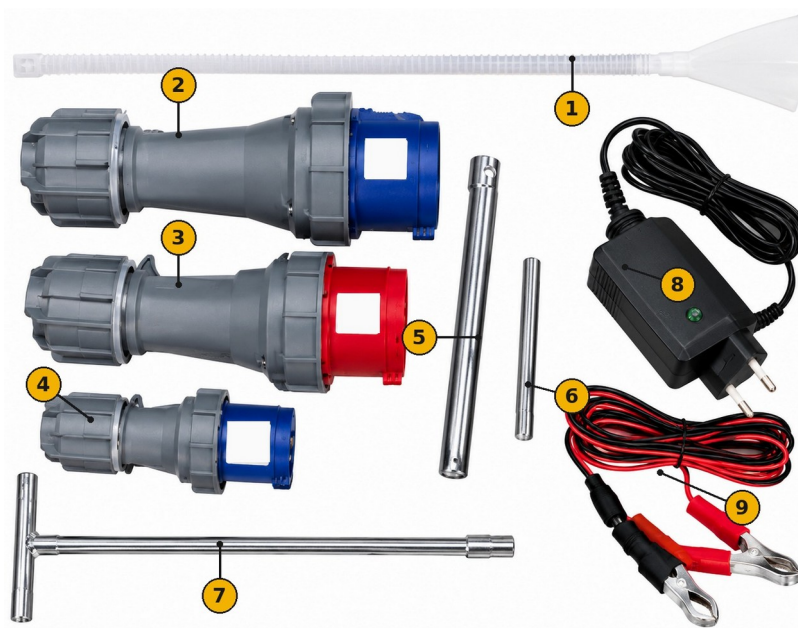

FIG. 5 — Accessoires fournis
- 2) Retirez les accessoires, les télécommandes et les protections, et vérifiez que la livraison est complète (FIG. 5).